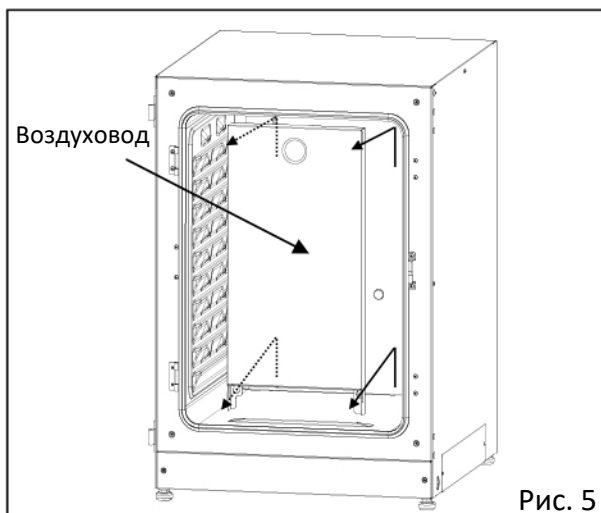

Рис. 5
6. Ослабьте винты сзади и выньте воздуховод (Рис. 5).